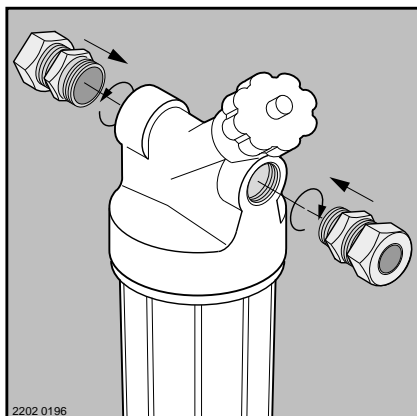

Figure 1
1. Visser les raccords à compression en laiton dans la tête du filtre en utilisant du ruban téflon (voir la Figure 1). Ne pas utiliser de pâte pour raccords filetés. Les serrer fermement avec une clé mais ne pas les forcer. Dans le cas des conduites d'eau de 1/2 pouce, utiliser les olives en caoutchouc et, pour les conduites d'eau de 3/4 de pouce, utiliser les olives en laiton.